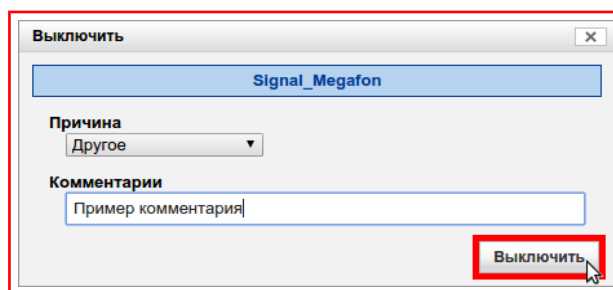

Рисунок 9.33 — Кнопка «Выключить»
- 5) Нажать на кнопку: в случае выключения **«Выключить»** (рисунок 9.33), в случае включения **«Включить»**.